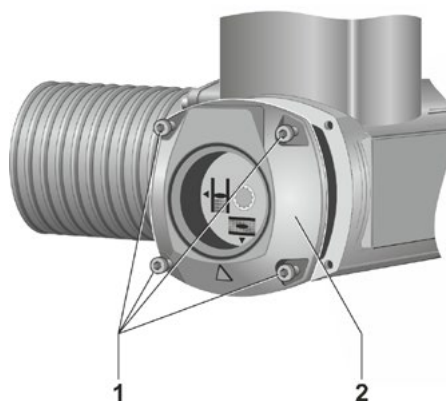

Bild 1: Ta av locket
1. Lossa de fyra skruvarna (bild 1, pos. 1) och ta av locket (2). Kontrollera tätningen.
8. Skruva fast locket (bild 1, pos. 2) igen och se till att tätningen sitter korrekt.